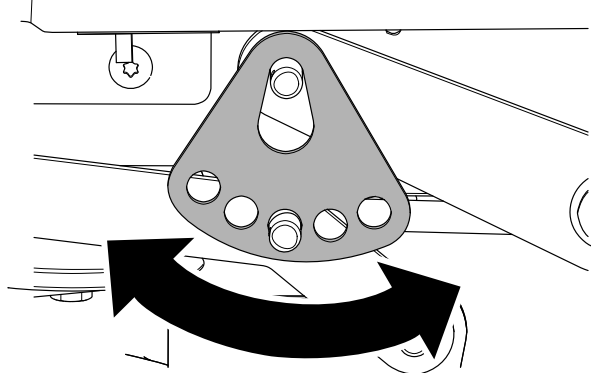

**Figura 73**
6. Îndepărtați tiftul în formă de agrafă i aiba de la tiftul inferior al braului de ridicare (Figura 73).